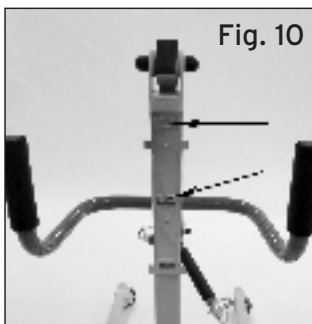

Fig. 10
1. Fissare la staffa di supporto della centralina alla colonna con le viti in dotazione utilizzando i fori predisposti. (Fig.10)